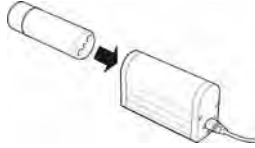

Fig. 12
3. Coloque la batería en el cargador (ver fig. 12). La batería se sostiene por una fuerza magnética y se alinearán de manera automática en el cargador.